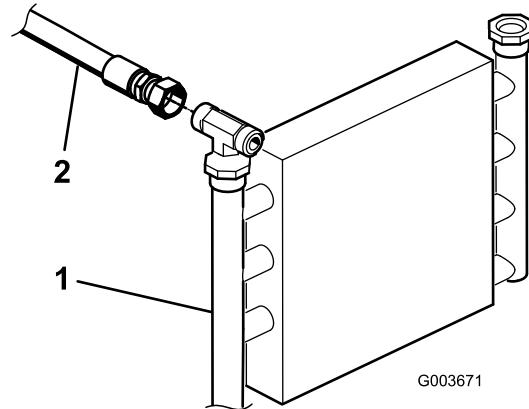

Figure 13
- Trouvez le tube hydraulique qui relie le refroidisseur d'huile à la soupape de levage existante (Figure 13). Enlevez les fixations et le collier qui fixent les tubes hydrauliques au châssis.
- Débranchez et enlevez le tube hydraulique qui relie le refroidisseur d'huile à la soupape de levage (Figure 13).